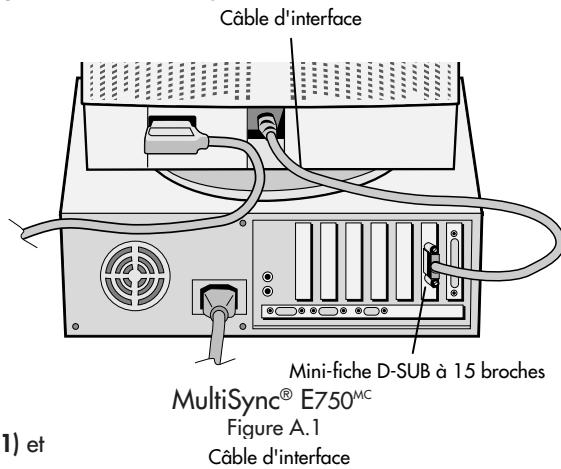
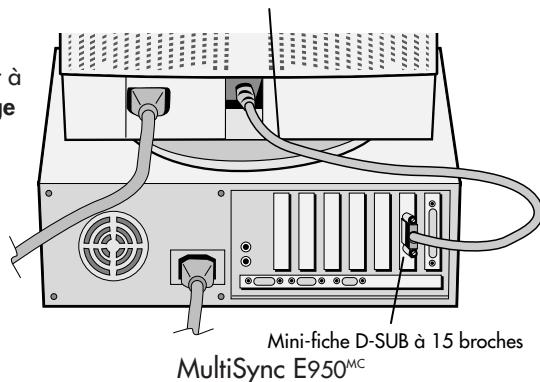

Figure A.1
Figure A.2
3. Pour le PC : Connecter la mini-fiche D-SUB à 15 broches du câble d'interface au connecteur de la carte vidéo du système (**Pour MultiSync E750^{MC}: Figure A.1 et Pour MultiSync E950^{MC}: Figure A.2**). Serrer toutes les vis.